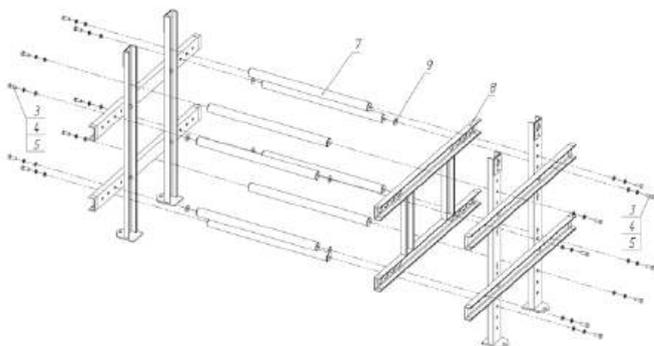

Рис. 2. Установка распорок
2. Соединить (наживить) между с собой стойки (поз. 1) и распорки (поз. 7) комплектными крепежом (поз. 3, 4, 5) согласно рис. 2. Распорки необходимо расположить в соответствии с диаметром бухты (см. табл. 3).
Предварительно продеть через прижимную рамку (поз. 8) распорки и соединить (наживить), используя шайбы D55xd23x5 (поз. 9) и комплектным крепежом (поз. 3, 4, 5) согласно рис. 2.